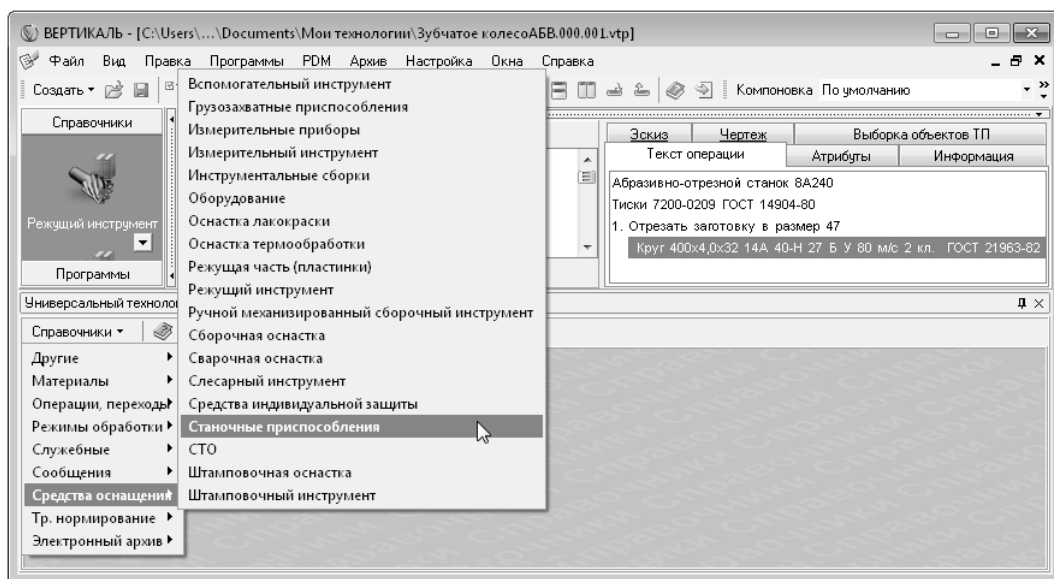

Рис. 2.8.
11. В открывшемся окне выберите последовательно *Справочники — Средства оснащения — Станочные приспособления* (рис. 2.8).